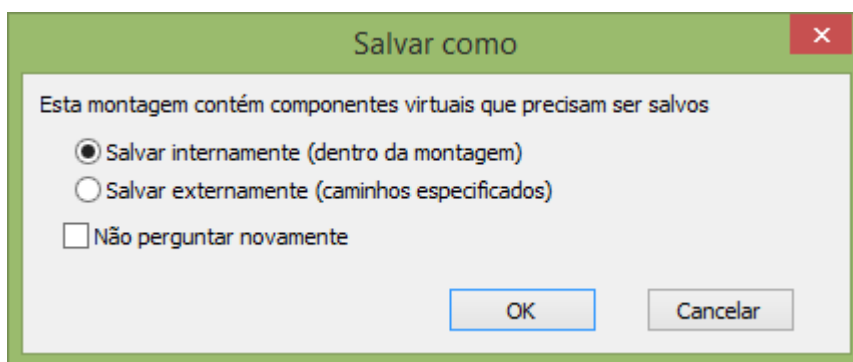

Figura 2.52 - Salvando uma peça criada no ambiente de montagem.
8.1. Clique em **Salvar**. Uma janela abrirá com duas opções da Figura 2.52. Escolha **Salvar externamente**. Para especificar caminho, escolha a mesma pasta onde estão a **Cobertura** e a **Garagem** ou outra se preferir. Confirme em  **OK**.